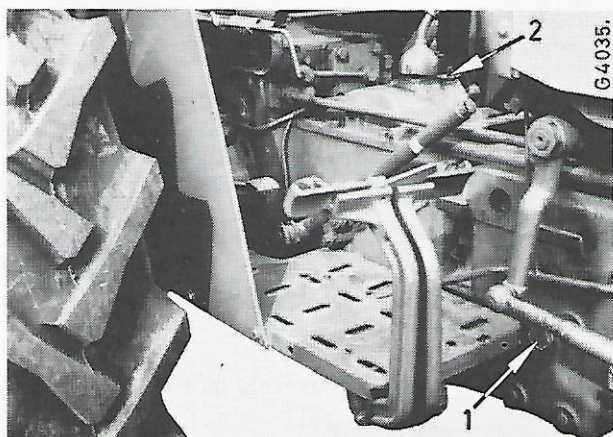
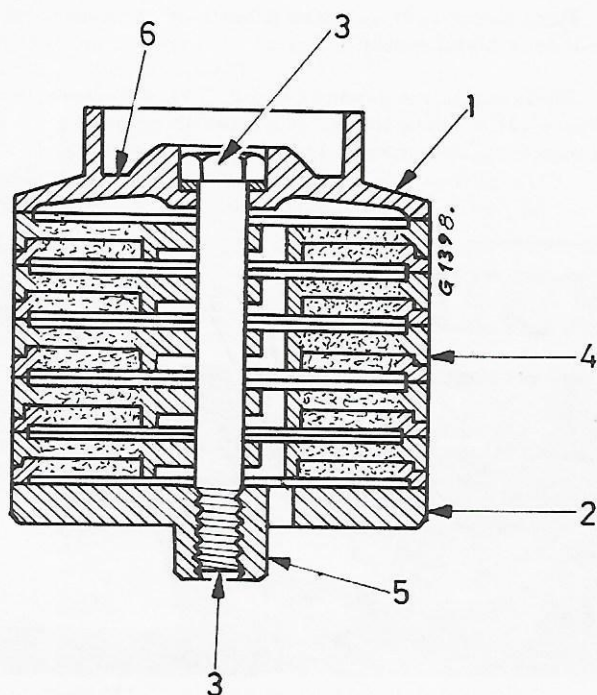

Fig. 62
Fig. 68
Enlevez le bouchon de niveau (1, fig. 62).
Nettoyez les bouchons, remettez-les en place, et serrez-les. Faites le plein de la boîte de vitesses en versant l'huile recommandée dans l'orifice de remplissage (2, figure 62) jusqu'à ce que le niveau arrive au ras de l'orifice (1).
Après nettoyage, remettez les disques filtrants en place comme l'indique la figure 68. Vissez le chapeau inférieur (2) à la main à un couple maximum de 0,7 m/kg. Ne serrez pas exagérément. Remontez l'ensemble des éléments filtrants dans le boîtier en prenant soin de placer le téton (5) dans le logement prévu à cet effet dans le fond du boîtier. Remettez en place le ressort (3), le joint torique (2) et le couvercle (1, fig. 62).